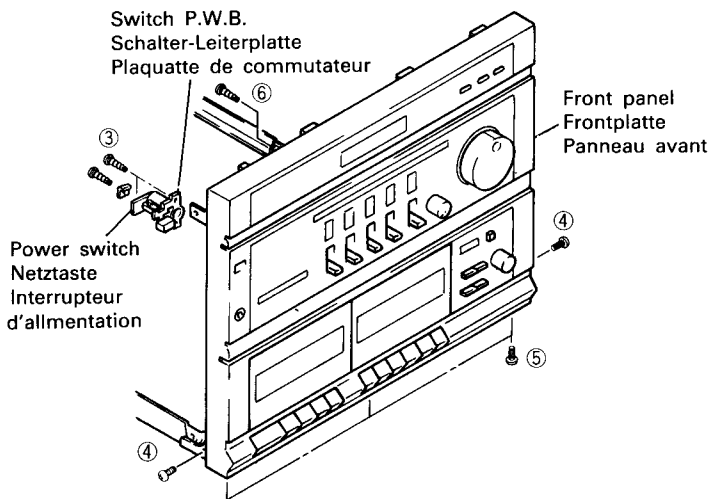

Fig. 2 Abb. 2
- Switch P.W.B. (Fig. 2)**
- Front Panel (Fig. 2, 9)**
**2. Schalter-Leiterplatte (Abb. 2)**
**3. Frontplatte (Abb. 2, 9)**
**2. Plaguette de commutateur (Fig. 2)**
**3. Panneau avant (Fig. 2, 9)**